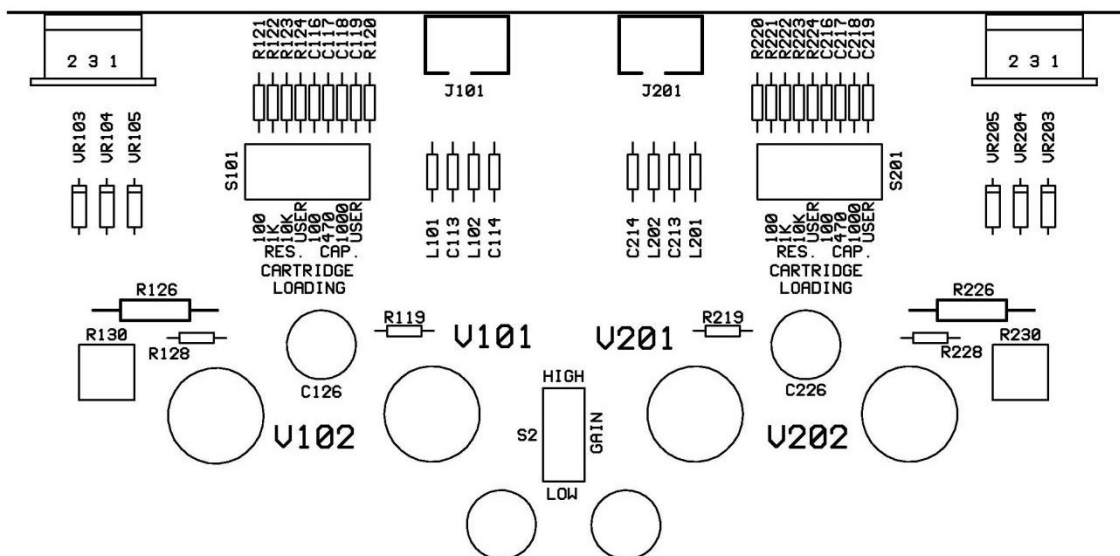

Figure 1
**Rysunek 1** przedstawia lokalizacje wewnętrznych przełączników konfiguracyjnych VK-P80. Obejmują one: